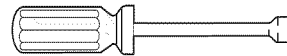

Fig. 2
- Llave de tuerca de 1/4" y 5/16" o destornillador de punta plana (Fig. 2).